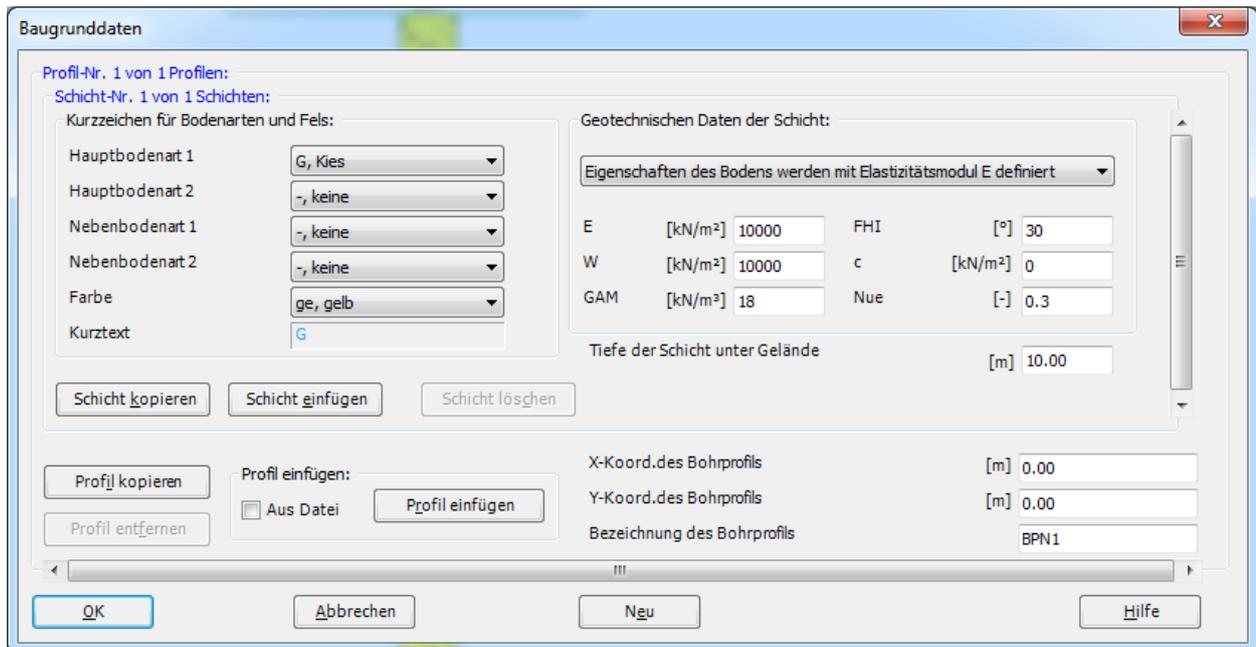

Bild 10.21 Dialogfeld "Baugrunddaten"
Das folgende Dialogfeld im Bild 10.21 mit Standardbohrprofildaten erscheint
Im Dialoggruppenfeld "Geotechnische Daten der Schicht" im Bild 10.21 definieren Sie die geotechnischen Daten der ersten Bodenschicht wie folgt:
- Wählen Sie "U, Schluff" als die Bodenart im "Hauptbodenart 1"-Kombinationsfeld im Dialoggruppenfeld "Kurzzeichen für Bodenarten und Fels" (Bild 10.21). Die Farbe des Bohrprofils nach DIN 4023 wird automatisch erstellt. Der Benutzer kann diese ändern, falls gewünscht. Auch wird ein kurzer Text "U" automatisch für Schluff erstellt
- Klicken Sie auf die Schaltfläche "Sch. Kopieren" im Bild 10.21. Eine Schicht mit den Eigenschaften der ersten Schicht wird kopiert
Um in Bild 10.21 Koordinaten und Bezeichnung des Bohrprofils einzugeben